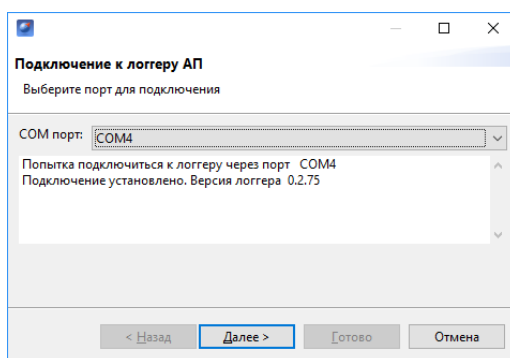

Рис. 120: Выбор COM-порта подключения
3. Выберите COM-порт, к которому подключен БВС (рис. 120).